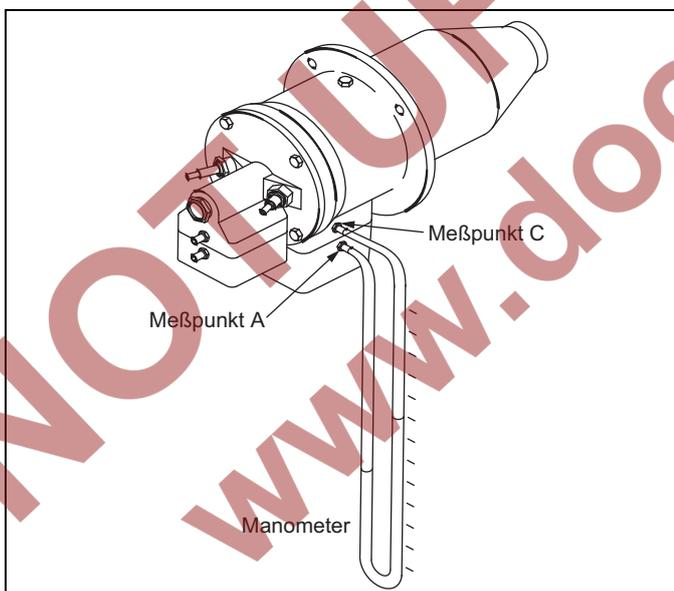

Abbildung 4.2. Luftversorgung für die Max. Leistung einstellen
3. Stellen Sie Luftversorgung für die Hochbefeuerung mit Hilfe der unten stehenden Anleitung für ein Einfach- oder Mehrfachbrennersystem ein. (Siehe Abbildung 4.2)
Schritt 2: Luftversorgung für die Max. Leistung einstellen (Abbildung 4.2)